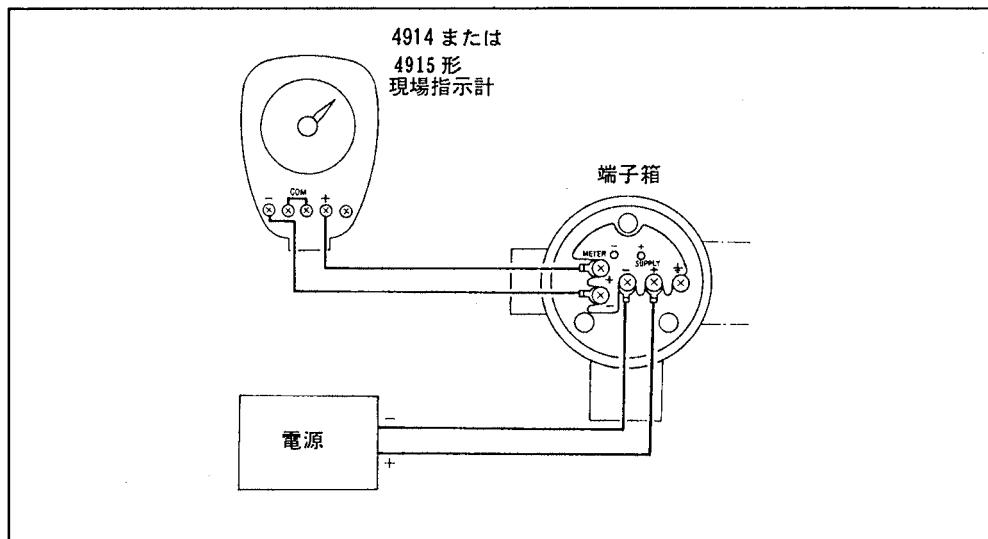

図4.9 現場指示計の接続（1）
- (3) メータ接続端子の+と-を短絡しているジャンパを取りはずし図4.9のように配線します。